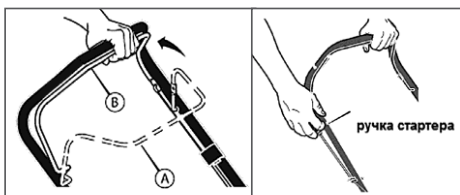

Рис. 8 Запуск двигателя
Перед запуском двигателя, несколько раз задействуйте рычаг остановки двигателя (Рис. 8). Проверьте, что трос остановки двигателя движется свободно, и что рычаг остановки двигателя работает должным образом.
2. Нажмите и удерживайте рычаг остановки двигателя левой рукой (Рис. 8 положение В).
3. Правой рукой, медленно вытягивая шнур стартера за ручку (Рис. 8), поверните коленчатый вал двигателя, пока не почувствуете сопротивление, затем медленно опустите ручку стартера вниз. Снова медленно потяните за ручку стартера, пока не почувствуете, что стартер вошел в зацепление с маховиком, после чего, резко и с усилием потяните за ручку стартера и запустите двигатель. При необходимости повторите. После запуска двигателя медленно и плавно верните ручку стартера на место.